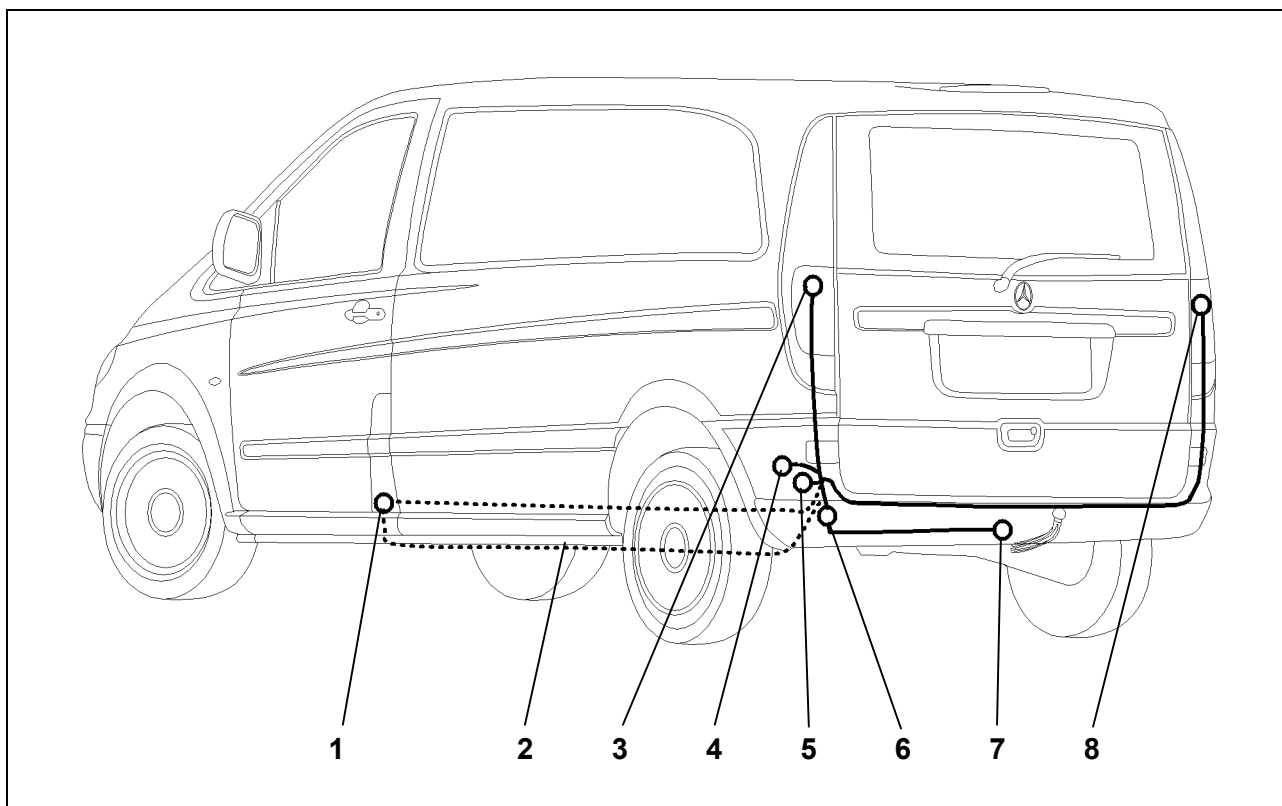

Abb. 1: Einbauübersicht
4. Das Leitungsende durch die Kabel-Durchführung, ausgehend vom Kofferraum, nach außen zum Steckdosenthalblech (Abb. 1/7) verlegen.
5. Die Gummitülle in die Kabel-Durchführung (Abb. 1/6) einsetzen.
6. Steckdosendichtung aufziehen und den Leitungsstrang gemäß der *Steckdosenbelegung* am Steckdosengehäuse (Abb. 1/7) anschließen und die Gummidichtung an die Steckdose heranschieben.
7. Die Steckdose mit den beiliegenden Schrauben und Muttern am Halteblech (Abb. 1/7) festschrauben.
9. Das Leitungsende mit der grau/roten Leitung entlang dem Heckabschlussblech zur rechten Rückleuchte (Abb. 1/8) verlegen.
11. Das Leitungsende mit der grau/schwarzen Leitung zur linken Rückleuchte (Abb. 1/3) verlegen.
14. Das Anhängermodul (Abb. 1/4) mit Klettband im linken Hohlraum hinter der Rückleuchte befestigen.